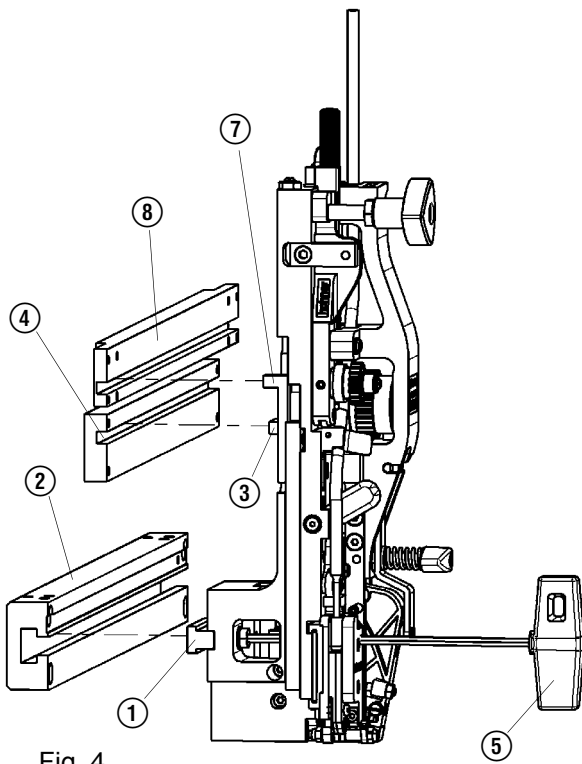
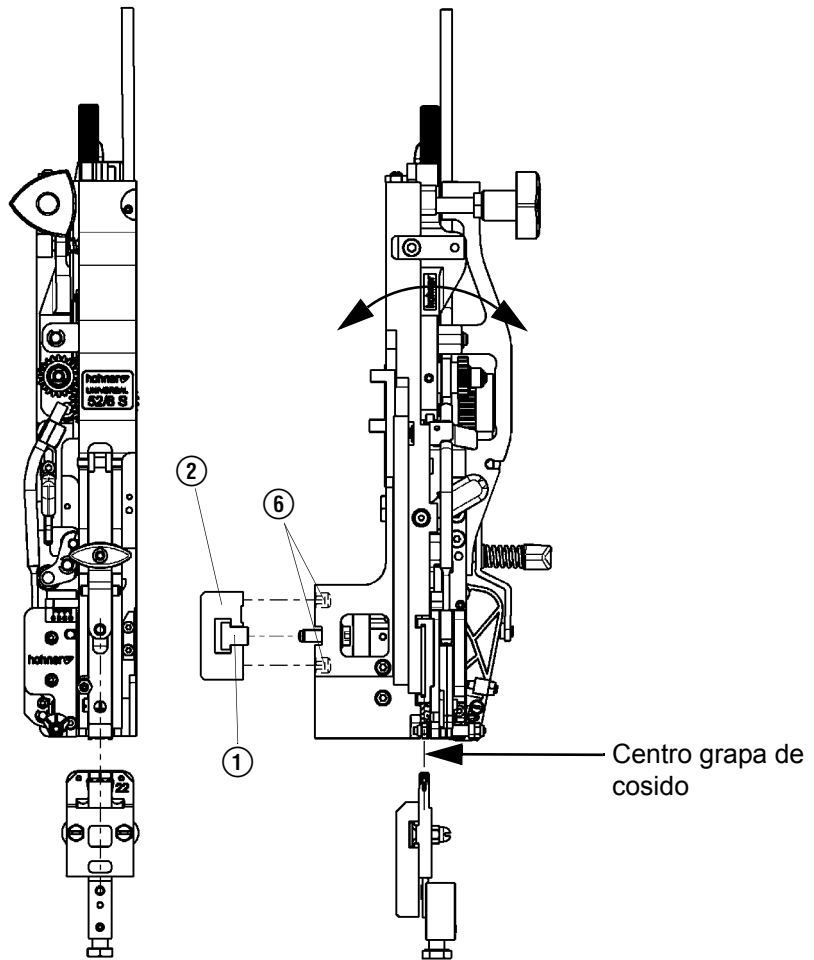

Fig. 4
Fig. 5
- Fig. 4 -
- Desatornillar el taco de corredera ① con la llave Allen SW4 ⑤ del cabezal cosedor.
- Introducir el taco de corredera lateralmente en el alojamiento del cabezal cosedor ②.
- Introducir el cabezal cosedor en el alojamiento del cabezal cosedor de modo que el tope de arrastre ③ se pueda insertar en la barra de elevación ④ y el tope de arrastre del varillaje de reglaje ⑦ en la barra de ajuste ⑧ (⑦ y ⑧ sólo en máquinas con ajuste central) y el taco de corredera se ajuste al cabezal cosedor.
- Fig. 4, Fig. 5 -
- Aflojar el taco de corredera ① con la llave Allen ⑤.
- Fijar el taco de corredera con la llave Allen en el alojamiento del cabezal cosedor ②.
- Fig. 5 -